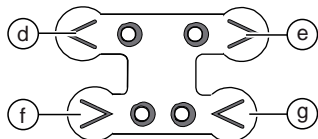

Fig. 3: Teclas y luces LED de avance/retroceso
4. Mantenga las teclas pulsadas hasta que los LED de las teclas de avance parpadeen (fig. 3).